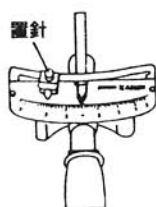
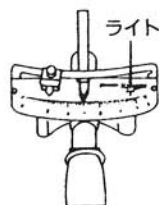

図4
図5
- ★N900FK~N15000FK、900FK~15000FKに置針付、ライト付はそれぞれN-FK、FK置針付型(図4)、N-LFK、LFK(図5)